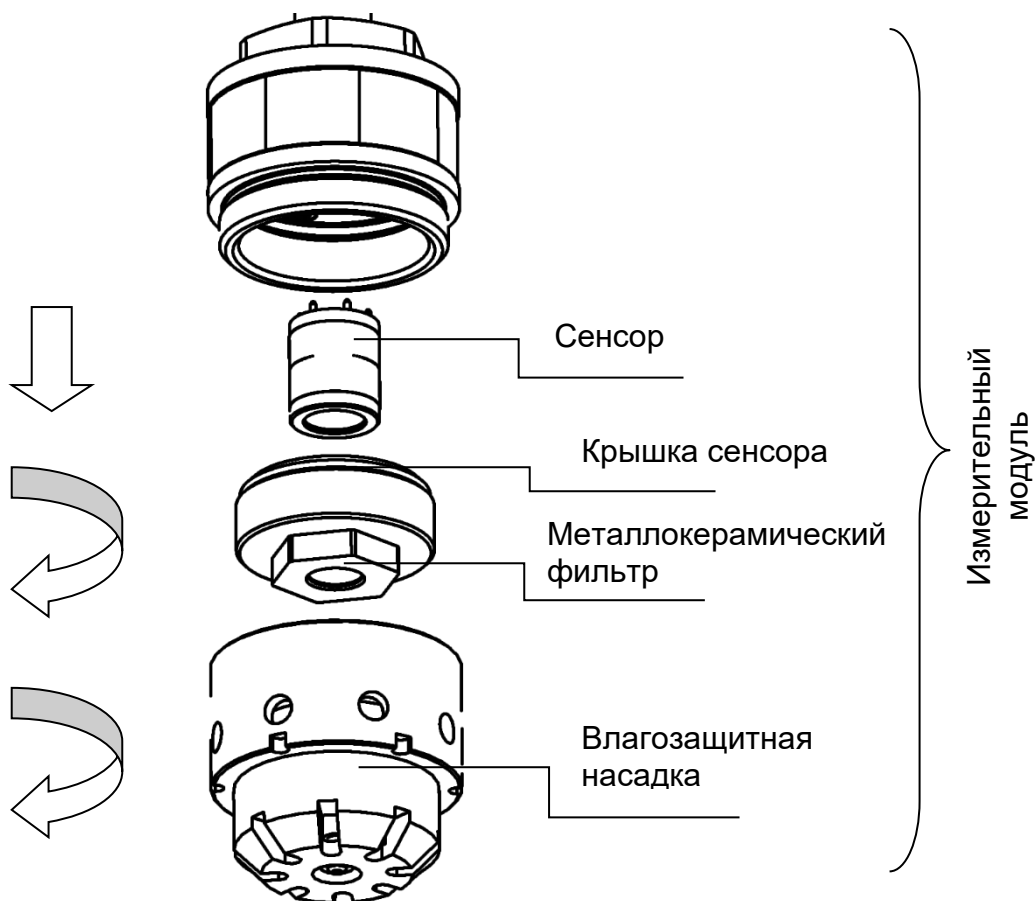

Рисунок 22 – Схема разборки измерительного модуля
Очистка проводится с целью восстановления пропускной способности фильтра. Необходимо снять влагозащитную насадку измерительного модуля, выкрутить крышку, закрывающую сенсор (рис. 22), и продуть находящийся в ней фильтр, сжатым воздухом с двух сторон, начиная с внутренней стороны. Если после продувки останутся видимые загрязнения, закрывающие поры фильтра, его необходимо заменить. Замене подлежит крышка сенсора в сборе с фильтром.
1) Ослабить стопорный винт на верхней крышке газоанализатора (рис. 22). Открутить крышку по резьбе. Снять с газоанализатора.